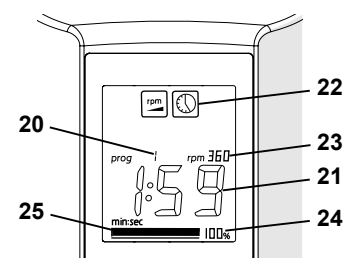
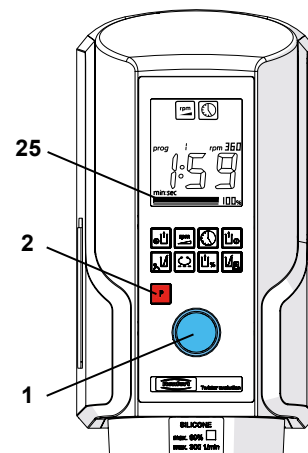

Fig. 7
Fig. 8
- ⇒ Appuyer sur la touche de programme «P» (2).
- ⇒ Choisir le programme en tournant le bouton de commande (1).
- ♦ Informations affichées pour le programme sélectionné (Fig. 7):
- ⇒ Fixer le bol (15) sur l'appareil.
- ⇒ Ne relâcher que lorsque le bol tient tout seul et que la barre de l'indicateur de vide a franchi la moitié (25, Fig. 8) !